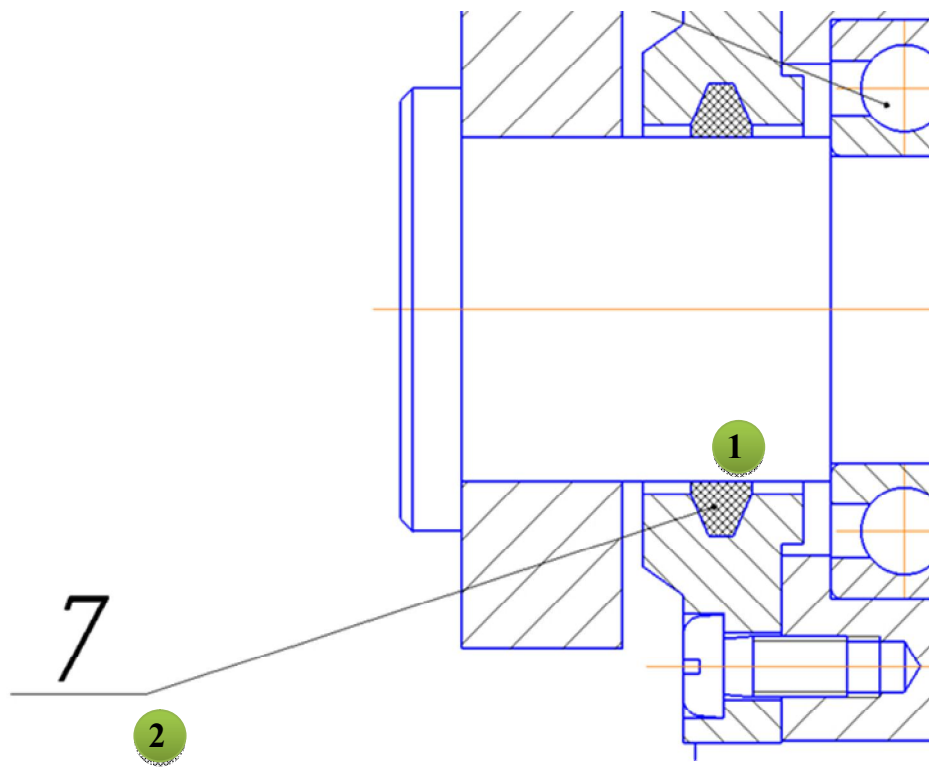

Рис. 4.70. Позиционное обозначение уплотнительного кольца
- Укажите точку 1 на подшипнике и точку 2 начала полки (произвольно) (рис. 4.70). Построение объекта заканчивается щелчком по кнопке «Создать объект»  на Панели свойств.